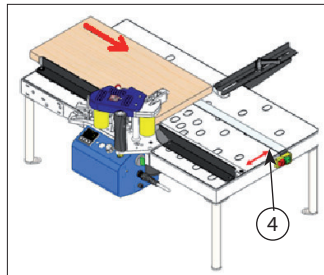

Abb. 6
- Setzen Sie die bewegliche Unterlage (4) entsprechend der Breite des Werkstücks ein und kleben Sie sie in die gezeigte Richtung (Abb. 6)